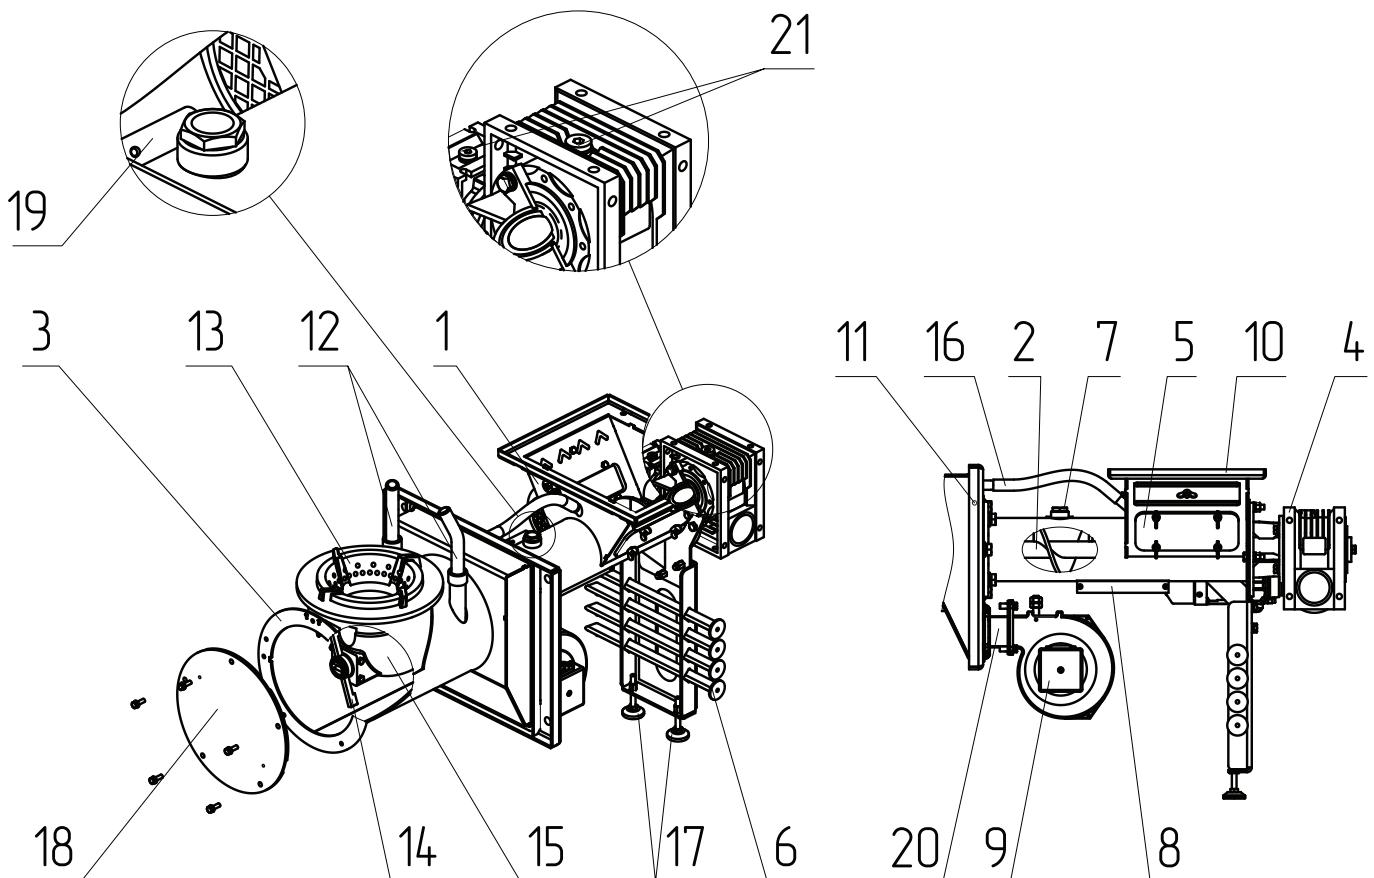

Рис.3 Конструкция механизма подачи топлива с горелкой котла
Для удобного обслуживания механизма подачи на его корпусе предусмотрен узел стоп уголь (Рис.3, поз.6) и прочистной лючок (Рис.3, поз.5) с помощью которых можно заблокировать подачу топлива из топливного бункера в механизм подачи и очистить механизм от посторонних предметов, создающих препятствие для его надлежащей работы.
1. Соедините горелку с теплообменником котла (**Рис.1, поз.1**) соединив фланец горелки (**Рис.3, поз.11**) с окном для установки горелки (**Рис.2, поз.6**);
2. Выставите ее по уровню с помощью регулируемой опоры (**Рис.3, поз.17**);
7. Установите сапуны на мотор-редуктор взамен пробок заливных (**Рис.3 поз.21**).